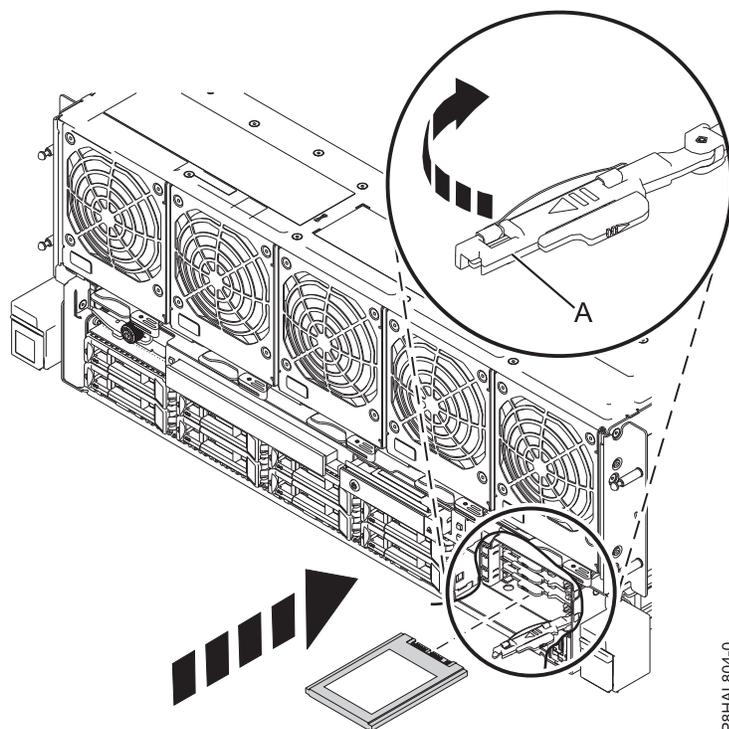

Figure 20. Remise en place d'une unité SSD dans un système à 8408-44E ou 8408-E8E
9. Avec la poignée de la baie d'unité SSD (A) en position déverrouillée, tirez le levier vers l'extérieur pour accéder aux rails de guidage de l'emplacement SSD. Maintenez l'unité SSD par le dessous tout en l'alignant avec les rails de guidage de l'emplacement SSD. Voir figure 20.
10. Faites glisser l'unité SSD dans le système jusqu'à ce qu'elle soit en place puis verrouillez-la en faisant tourner la poignée (A) dans la direction indiquée dans la figure 20.